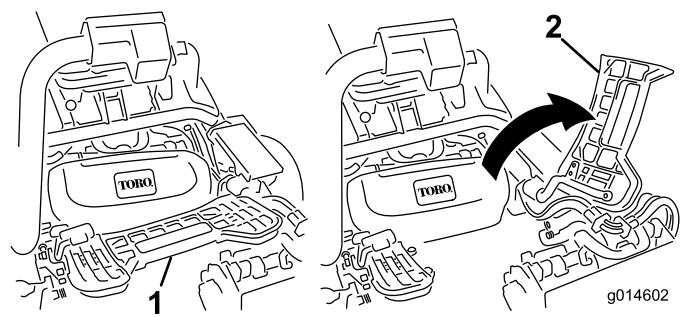

Figura 28
- Sollevate il poggiapiedi e ruotate fino all'apertura, per consentire l'accesso alla posizione dell'apparato di taglio centrale. (Figura 28)